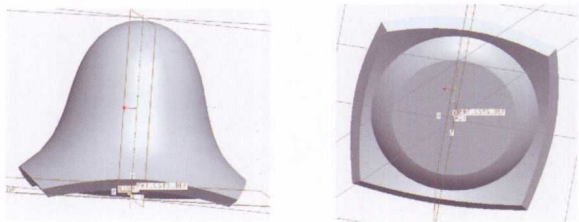

图1-18
(11) 生成的模型如图1-18所示。
(12) 在基准特征工具栏单击“创建基准平面”